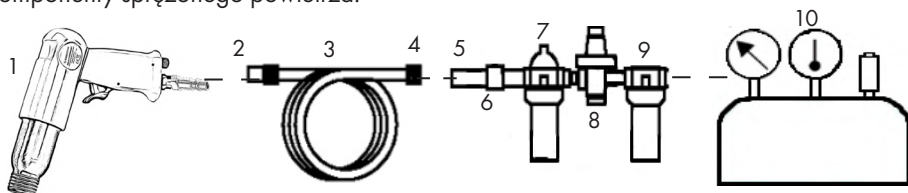

Rysunek 4: Klucz udarowy
3. Moment obrotowy jest ustawiany za pomocą regulatora momentu obrotowego (patrz rys. 4 nr 4). Nacisnąć regulator momentu obrotowego lekko w dół, a następnie obrócić pokrętko do żądanej pozycji. (1 do 4; min. do maks. moment obrotowy)